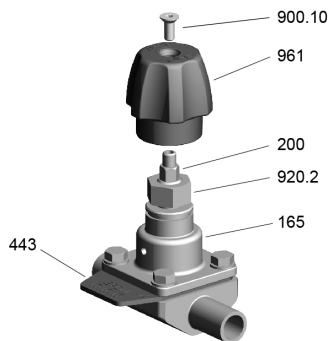

Abb. 10: SISTO-C HV.510/.520 MD 30: Endlageneinstellung in Geschlossenstellung
5. Schraube 900.10 in das Handrad 961 einschrauben. Damit ist die Spindel 200 gesichert. (⇒ Abb. 10)